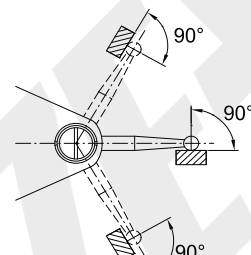
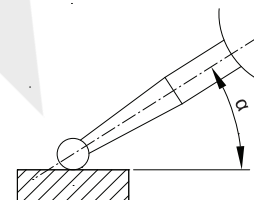

fig.4
fig.5
2. Durante la misurazione, gli stili devono essere verticali rispetto alla direzione di misura (fig. 4). Quando lo stilo è ad angolo rispetto alla direzione di misurazione (fig. 5), è necessario apportare la seguente correzione.